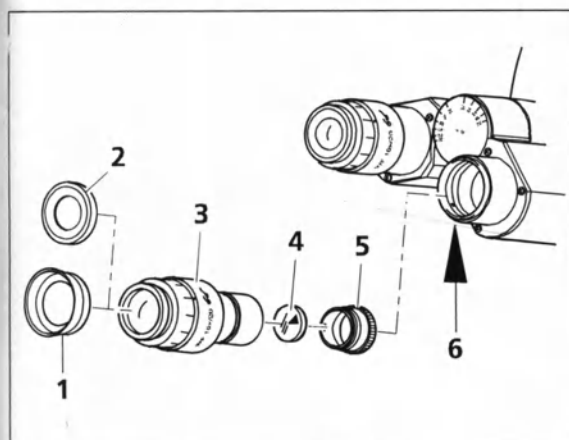

Рисунок 7 Вставление окулярного указателя
Окуляры (Рисунок 7/3) оснащены отгибаемыми наглазниками из резины (Рисунок 7/1: вытянуты; Рисунок 7/2: отогнуты).
- Ослабить резьбовой штифт (Рисунок 7/6) на нижней стороне бинокулярной насадки с помощью одномиллиметрового торцового шестигранного ключа и вынуть окуляр.
- Вывинтить диафрагменный блок (Рисунок 7/5) из окуляра вручную.
- Вставить окулярный указатель (Рисунок 7/4) в окуляр (сторона с покрытием должна быть обращена к глазу наблюдателя). Снова ввинтить диафрагменный блок.
- Вращением юстировочного кольца окуляра (Рисунок 7/3) установить на резкость треугольник окулярного указателя.